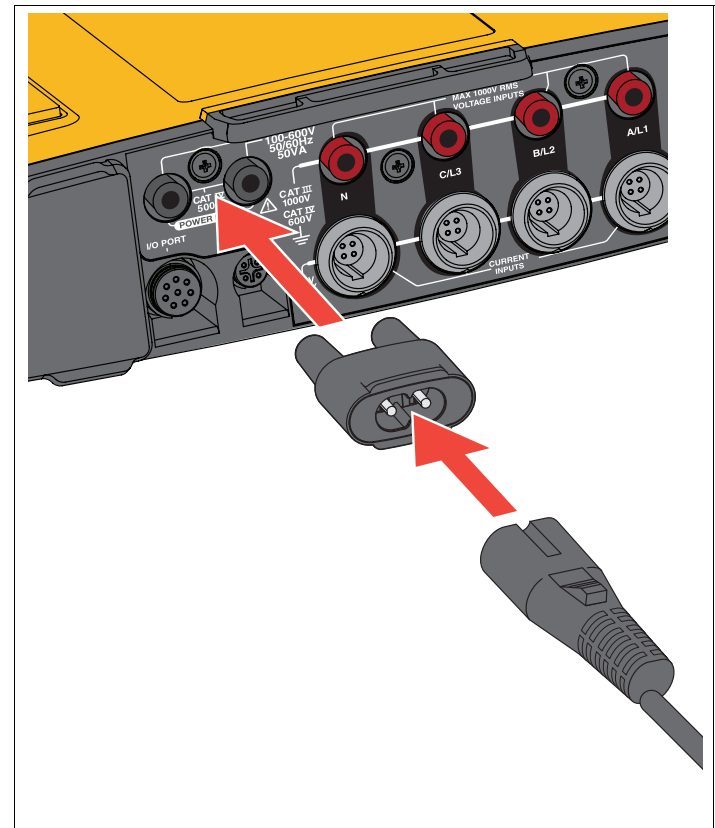

Рисунок 5. Электропитание
1. Подсоедините сетевой адаптер MA-C8 к обоим входам источника питания регистратора. См. Рисунок 5.